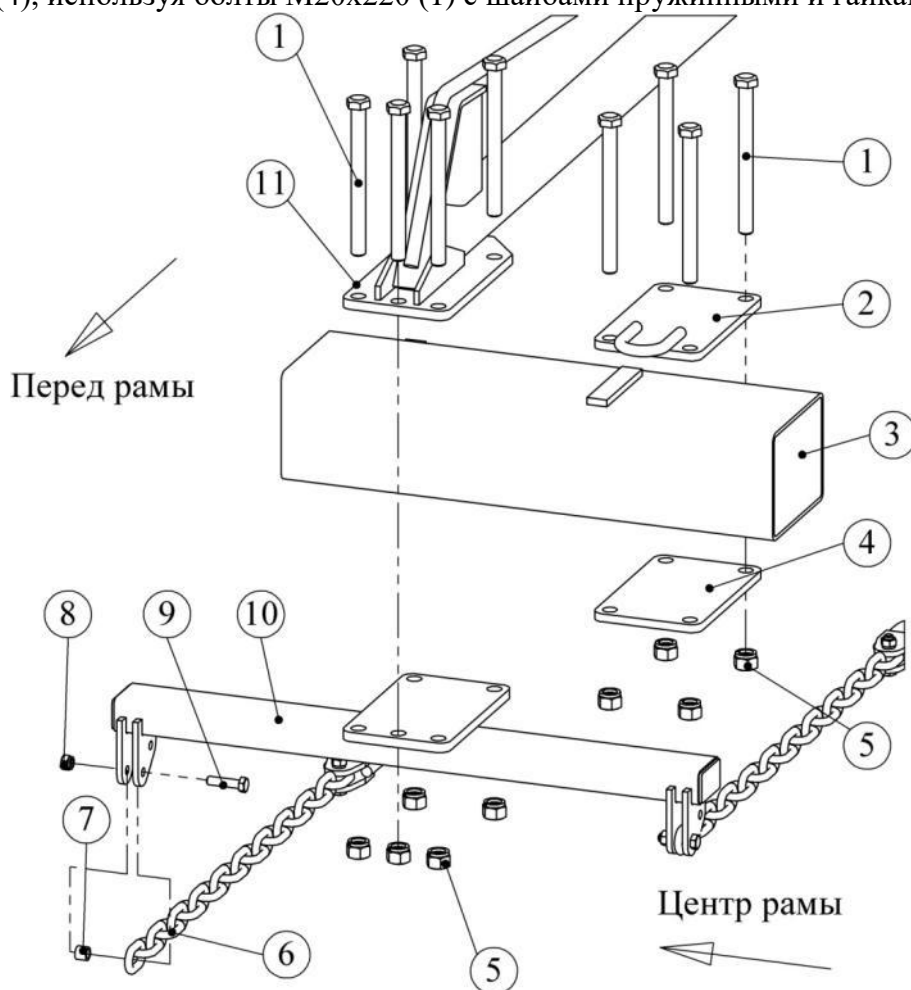
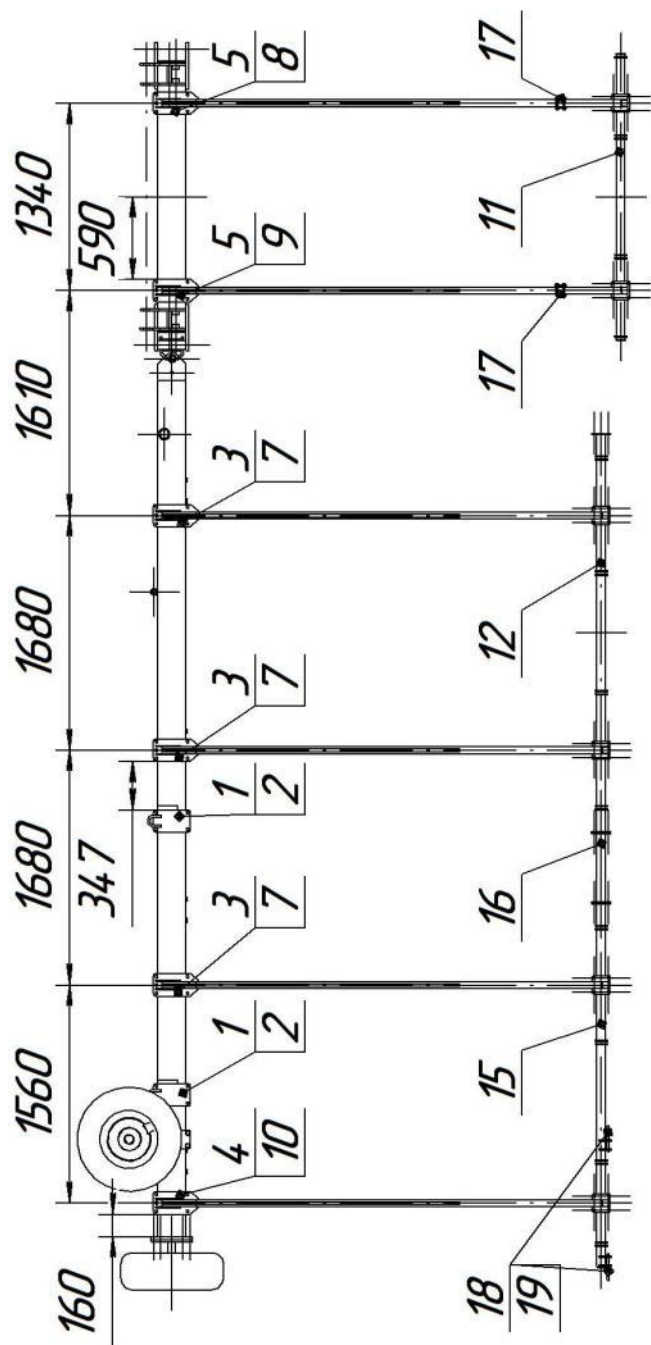
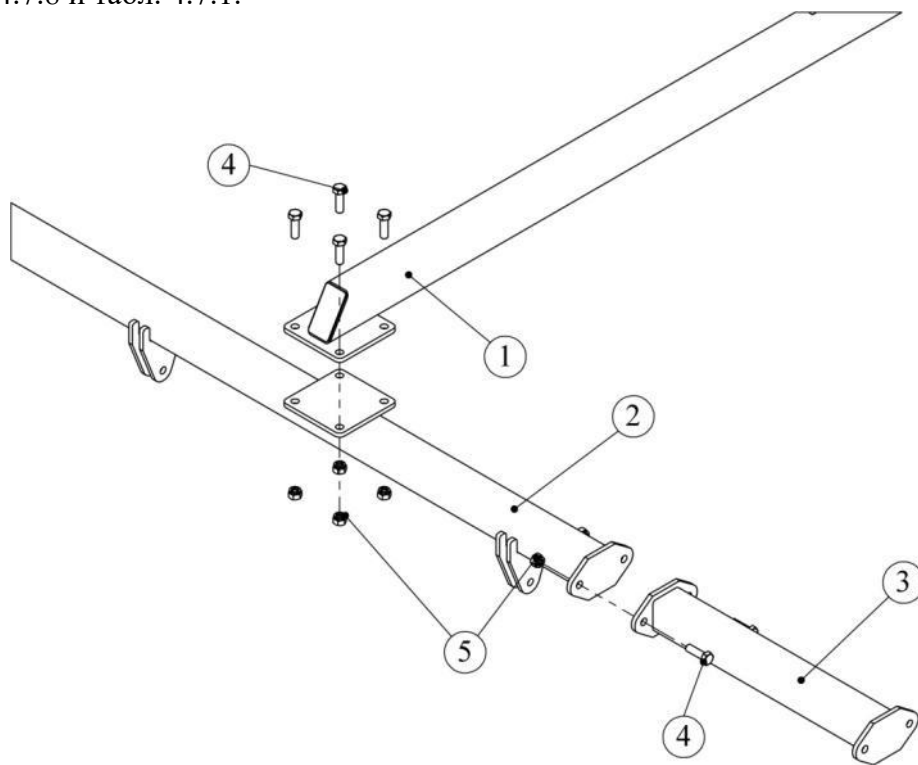

Рис. 4.7.1. Установка петли для троса и продольной балки.
Рис. 4.7.7. Расстановка балок на БГУ-16Ш
Рис. 4.7.17. Установка перекладин и стяжек.
4.7.1. На боковые балки по упорам установите четыре петли для троса (поз. 2, рис. 4.7.1) и четыре фланца (4), используя болты M20x220 (1) с шайбами пружинными и гайками (5).
4.7.2. Установите балки продольные (11) и кронштейны (10). На каждую балку необходимо пять болтов M20x220 (3) с гайками и шайбами пружинными (4). На рис. 4.7.1 показана левая петля для троса ближе к центру рамы (поз. 2 на рис. 4.7.1, 4.7.7 и 4.7.8). Расстановка балок – см. рис. 4.7.7 и 4.7.8 (показана левая сторона и центр).
4.7.4. К кронштейнам (поз. 10, рис. 4.7.1) прикрепите передние звенья (6) с втулками (7) при помощи болтов M12x50 (9) с гайками и шайбами пружинными (8).
4.7.7. К продольным балкам (поз. 1, рис. 4.7.17) присоедините перекладины (2) и стяжки (3) при помощи болтов М12х40 (4) с гайками и шайбами пружинными (5). Расстановка перекладин – см. рис. 4.7.7 и 4.7.8 и табл. 4.7.1.
4.7.9. Стопорные пальцы (поз. 18, рис. 4.7.7 и 4.7.8) с чеками (19) используются при переводе **Бороны** в транспортное положение. Перед переводом **Бороны** в транспортное положение необходимо закрепить цепи средних звеньев на крайних шлейфах за перекладины.